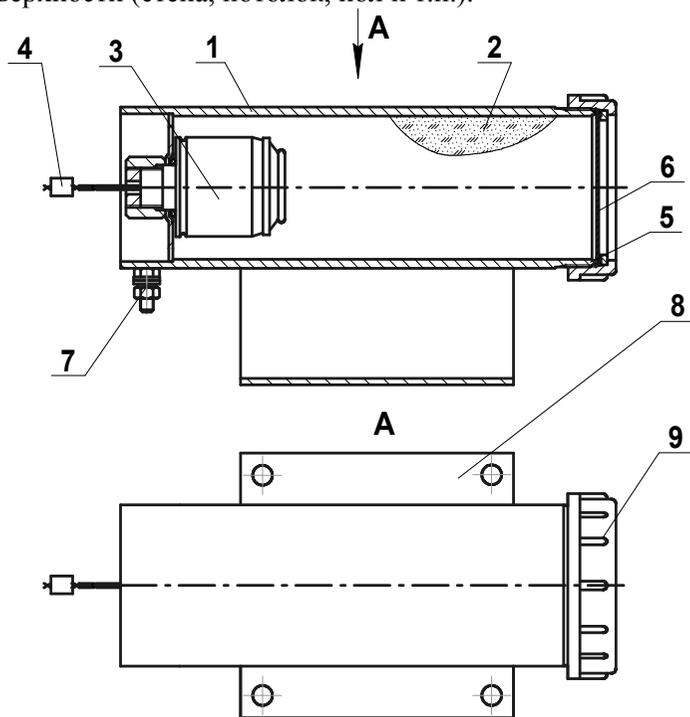
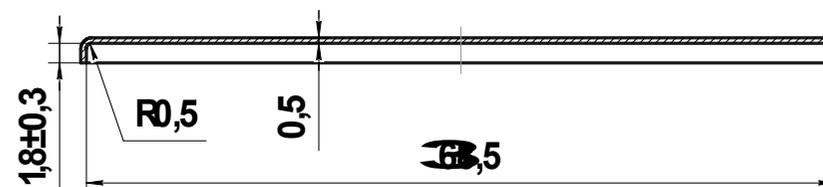

Рисунок 1
Рисунок 4
4.1.1 МПП (см. рисунок 1) состоит из корпуса 1, в котором размещаются огнетушащий порошок (ОП) 2 и источник холодного газа (ИХГ) 3 с элементом электропусковым 4. В передней части корпуса находится насадок-распылитель 5, выходное отверстие которого перекрыто мембраной 6. Модуль имеет заземляющий зажим 7.
7.3 При перезарядке и сборке сработавшего на тушение возгорания МПП необходимо заменить ИХГ (поз. 3 рисунок 1) ИХГ-0,65(М)-01 СИАВ 066614.020.000 ТУ, заполнить корпус МПП огнетушащим порошком и установить мембрану (поз. 6 рисунок 1), изготовленную по чертежу (рисунок 4) из листа АМцН2-0,5 ГОСТ 21631-76. После установки мембраны необходимо обеспечить момент затяжки гайки (поз. 9 рисунок 1) усилием $(150 \pm 10) \text{ Н} \cdot \text{м}$.